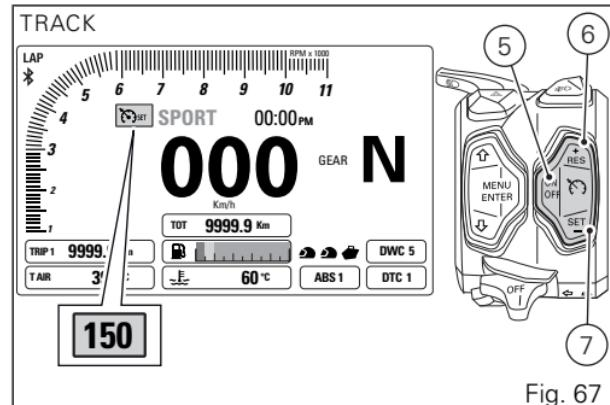

Fig. 67
- pressing button (5, Fig. 67);